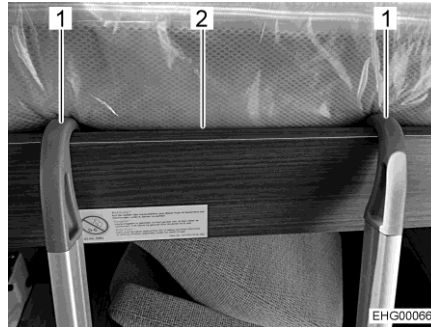

Bild 64 Stege (höjbar säng)
- Stegen fästs med de båda byglarna (Bild 64,1) i sängramen (Bild 64,2) på den höjbara sängen. Se till att bygeln ligger mot de ineliggande fixeringarna när stegen hakas in. Därmed är det inte möjligt att skjuta stegen åt sidan.
- Haka ur stegen (Bild 64,1).